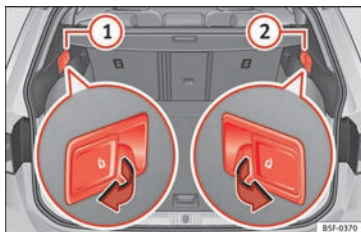

Fig. 151 I bagagerummet: udløserknapper til fjernbetjent udløsning af venstre (1) og højre (2) side af bagsæderyglænet
- Træk i udløserknappen til fjernbetjent udløsning af venstre » Fig. 151 (1) eller højre (2) side af ryglænet i pilens retning. Den udløste del af bagsæderyglænet klapper automatisk frem.